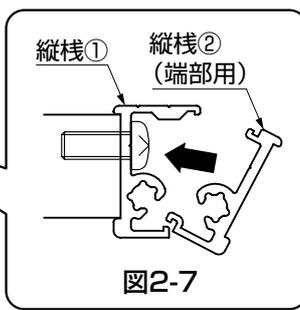

図2-7
②縦棧②(端部用)を縦棧①へ取付けてください。(図2-7参照)
③縦棧と上下枠を【3-1】で取付けて、上棧、下棧をもとのように取付けてください。